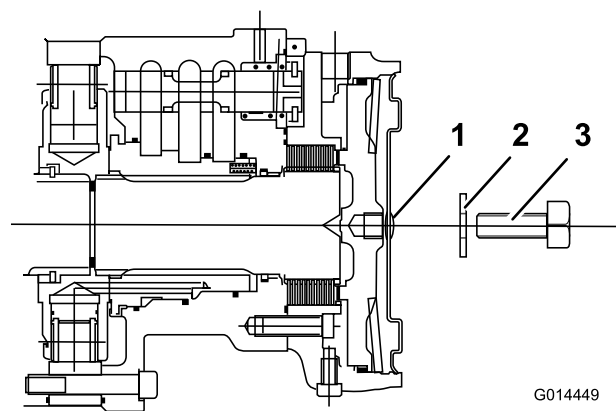

Bild 46
5. Ziehen Sie die Stellschraube im Gewindeloch des Bremskolbens an, bis sich die Bremse löst (Bild 46).
6. Ermitteln Sie die linke Vorderradscheibenbremse ausfindig und wiederholen Sie die vorherigen Schritte (Bild 46).